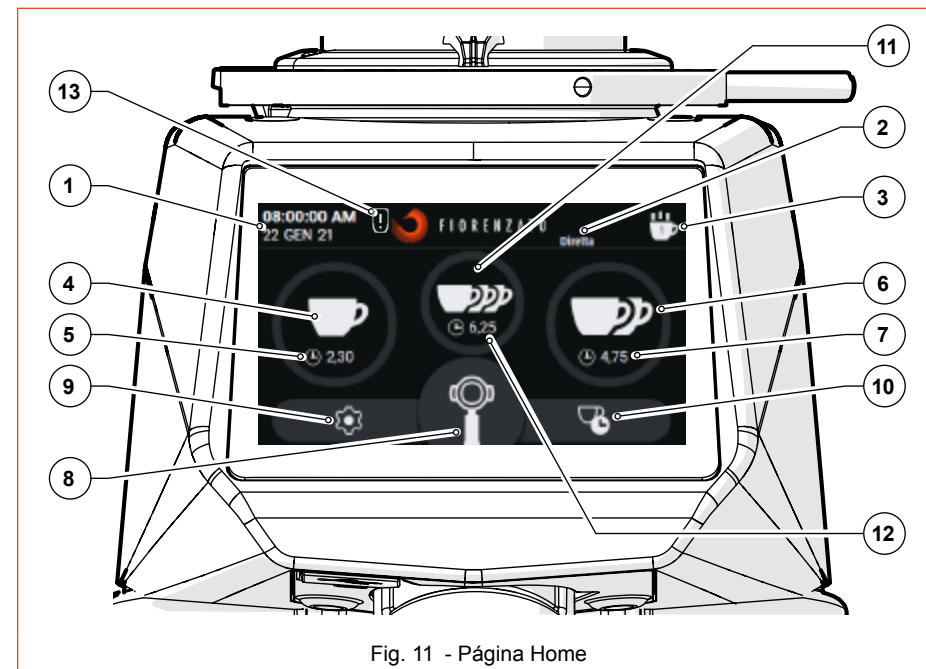

Fig. 11 - Página Home
En Fig. 11 se ilustra la página HOME con la descripción de las teclas de función y de los campos de visualización presentes. La página HOME se puede personalizar desde el "Menú de ajustes", por lo que la imagen mostrada en la figura puede diferir de la pantalla que se muestra realmente en su equipo cuando se enciende por primera vez.
Con referencia a Fig. 11 los campos de visualización y las teclas de función presentes en la página HOME son:
Para acceder al Menú de ajustes basta apretar la tecla función  siempre visible en la parte inferior izquierda de la pantalla (ver Fig. 11 Part. 9). Una vez impartido el mando, la pantalla cargará el menú a través del cual será posible seleccionar el parámetro a modificar y/o la funcionalidad a activar/desactivar simplemente desplazándose hacia abajo por la lista de opciones posibles hasta encontrar el elemento de su interés. El menú de ajustes contiene los siguientes elementos:
Seleccione la dosis deseada (simple, doble o triple, si está activada) pulsando la tecla de función correspondiente (ver Fig. 11 Part. 4, 6 o 11). El icono de la tecla pulsada comienza a parpadear para señalar la selección.
Pulse con la acción mantenida la tecla “**Molienda Manual**” (ver Fig. 11 Part. 8) para iniciar la molienda continua. La molienda se detiene automáticamente cuando se suelta la tecla.
Presione la tecla de función correspondiente a la dosis simple, doble o triple (ver Fig. 11 Part. 4, 6 u 11); con el mando impartido, se inicia inmediatamente la molienda de la dosis deseada.
En esta modalidad de uso el microinterruptor de activación está desactivado y todas las teclas de selección de dosis (ver Fig. 11 Part. 4, 6, 8 y 11) pueden activarse.
En esta modalidad de uso la molienda manual (ver Fig. 11 Part. 8) y las teclas de selección de dosis simple, doble y triple (ver Fig. 11 Part. 4, 6 y 11) están desactivados.
Seleccione la dosis deseada (simple, doble o triple, si está activada) pulsando la tecla de función correspondiente (ver Fig. 11 Part. 4, 6 o 11). Una vez realizada la selección, el icono de la tecla pulsada comienza a parpadear para señalar la selección y permanece activado hasta la selección de una dosis diferente. Presione el microinterruptor de activación con la copa portafiltro (una vez) para controlar el inicio de la molienda de la dosis seleccionada.
En esta modalidad de uso también la molienda manual (ver Fig. 11 Part. 8) permanece activada.
- Al finalizar cada dispensación se actualizan los contadores de las estadísticas (ver Fig. 11 Part. 3). En las estadísticas la molienda continua (ver Fig. 11 Part. 8) corresponde al incremento de una sola unidad del número de dispensaciones. Los ciclos de molienda se memorizan incluso si la opción “Mostrar estadísticas” está deshabilitada en el menú de ajustes técnicos.
Cuando la molienda manual (Fig. 11 Part. 8) está desactivada, la tecla de función correspondiente no se puede seleccionar y se muestra en gris.
Permite activar (🟢) o desactivar (🔴) la visualización de la tecla de función “Estadísticas” en la pantalla HOME (ver Fig. 11 Part. 3).